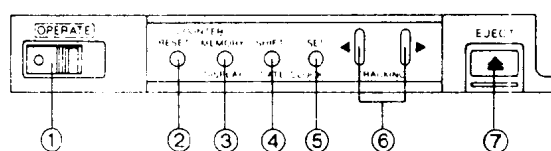

图 1-3
③ 倒带/倒带检索钮
④ 放像钮
⑤ 快进/快进检索钮
- ⑥ 音频复制钮
- ⑦ 停止钮
- ⑧ 暂停/静音钮
- ⑤ 镜头盖
- ⑥ 镜头护圈
- ⑦ 聚焦环
- ⑧ 变焦环
- ⑨ 一般操作控制钮(见图 1-3)